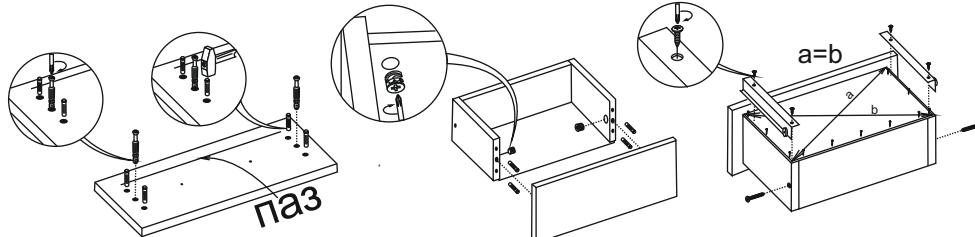

Рис.8
10. Далее следует собрать выдвижные ящики. Для этого необходимо прикрепить боковины ящика 11 к вязке ящика 13 с помощью евровинтов. Затем с помощью эксцентриков и шкантов прикрепить накладку ящика 14. (рис. 8,9)Дно ящика ЛДВП 16 вставляется в паз на накладке 14, выравнивается по боковинам 11, прибивается к вязке 13 гвоздями, предварительно выровняв диагонали ящика. Остается закрепить направляющие ящика на боковинах 11 с помощью шурупов 3,5x16 как показано на рис.8. Вставляем ящики в предварительно закрепленные на боковине 1a и перегородке 8а направляющие. Если сборка была проведена правильно - ящики вставляются легко с одинаковыми зазорами по бокам и сверху.